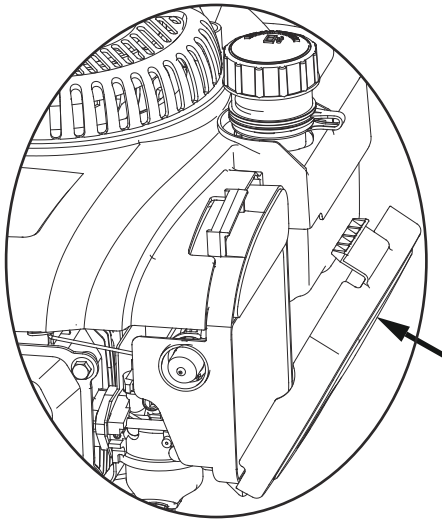

Fig. 16
3. Presione hacia abajo y cierre la tapa del filtro de aire. (Fig. 16)